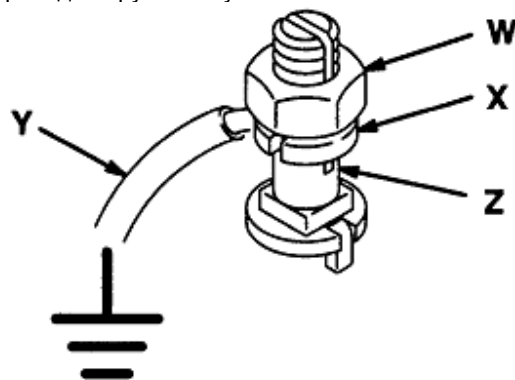

Рис.1.
Чтобы заземлить насос, ослабьте контргайку зажима заземления (W) и шайбе (X). Вставьте один конец провода заземления (Y) с минимальным сечением 1,5 мм2 (12 га) в паз зажима (Z) и надежно затяните контргайку. См. рис. 1. Присоедините другой конец провода к грунтовому заземлению.